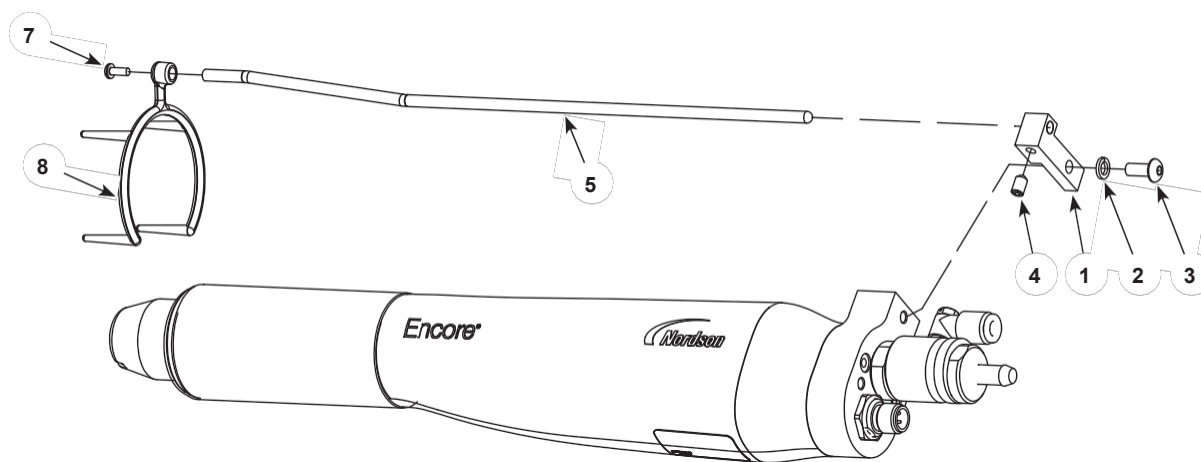

Рисунок 3-4 Распылительный пистолет Соединения– Показано коническое сопло
1. См. Рисунок 3-4. Установите монтажный блок (1) на пистолет-распылитель с помощью стопорной шайбы M5 и винта (2, 3).
2. Вставьте стержень коллектора (5) в блок и закрепите его с помощью установочного винта M5 x 8 (4) входящим в комплект ионного коллектора.
3. Наденьте многоточечный наконечник (6) на гайку сопла и прикрепите его к коллекторному стержню винтом M3 (7).
3. См. Рисунок 3-4. Ослабьте установочный винт (4) и переместите многоточечный наконечник в сторону от передней части пистолета-распылителя.